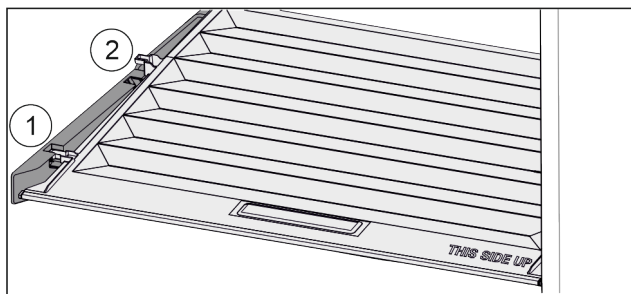

Fig. 43
▶ Подвиньте крышку до отворота поддерживающих деталей вперед Fig. 43 (1).
- ▶ Поднять сзади снизу и извлечь Fig. 43 (2) движением вверх.